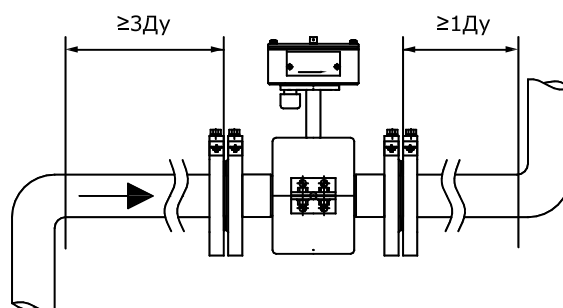

Рисунок 8.4
8.2.6 Расходомер необходимо располагать в той части трубопровода, где пульсации и завихрения минимальные. При установке расходомера необходимо обеспечить прямолинейные участки трубопровода длиной не менее $3 \cdot \text{ДУ}$ до и $1 \cdot \text{ДУ}$ после ППР (см. рисунок 8.4). Прямые участки могут быть изготовлены из труб по ГОСТ 10704 - электросварные (тонкие) или по ГОСТ 8732 - бесшовные (более толстые). Для Ду 15мм можно использовать трубы по ГОСТ 8734.